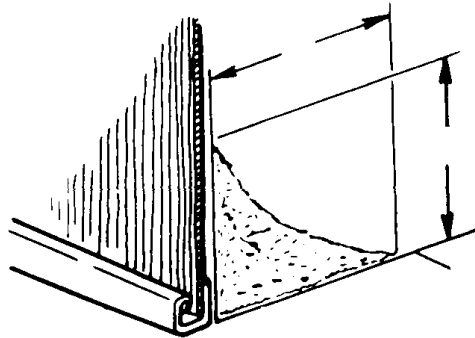

Abb. 12
- Legen Sie rund um das Pool am Fuß des Stahlmantels mit dem Sand eine 15 cm hohe und 20 cm breite Hohlkehle an (Abb. 12).